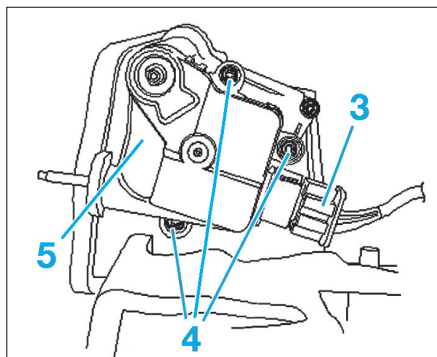

Fig. 67
- Débrancher le connecteur (3) du servomoteur (5) (Fig.67).